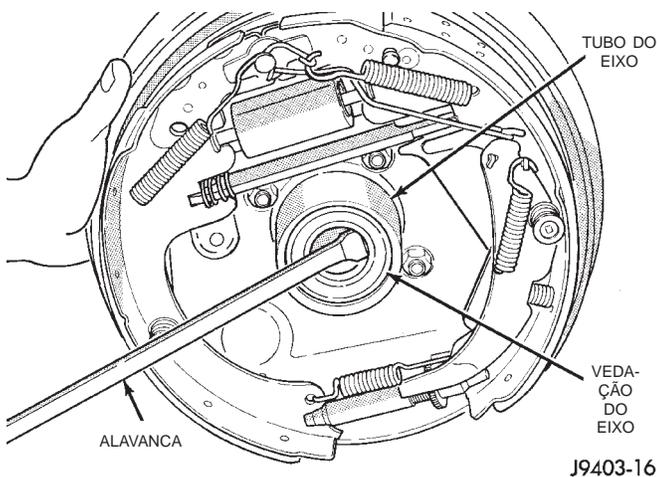

Fig. 11 Remoção da Vedação do Eixo
(1) Remova o semi-eixo.
(2) Remova a vedação do semi-eixo da extremidade do tubo do eixo com uma alavanca pequena (Fig. 11).